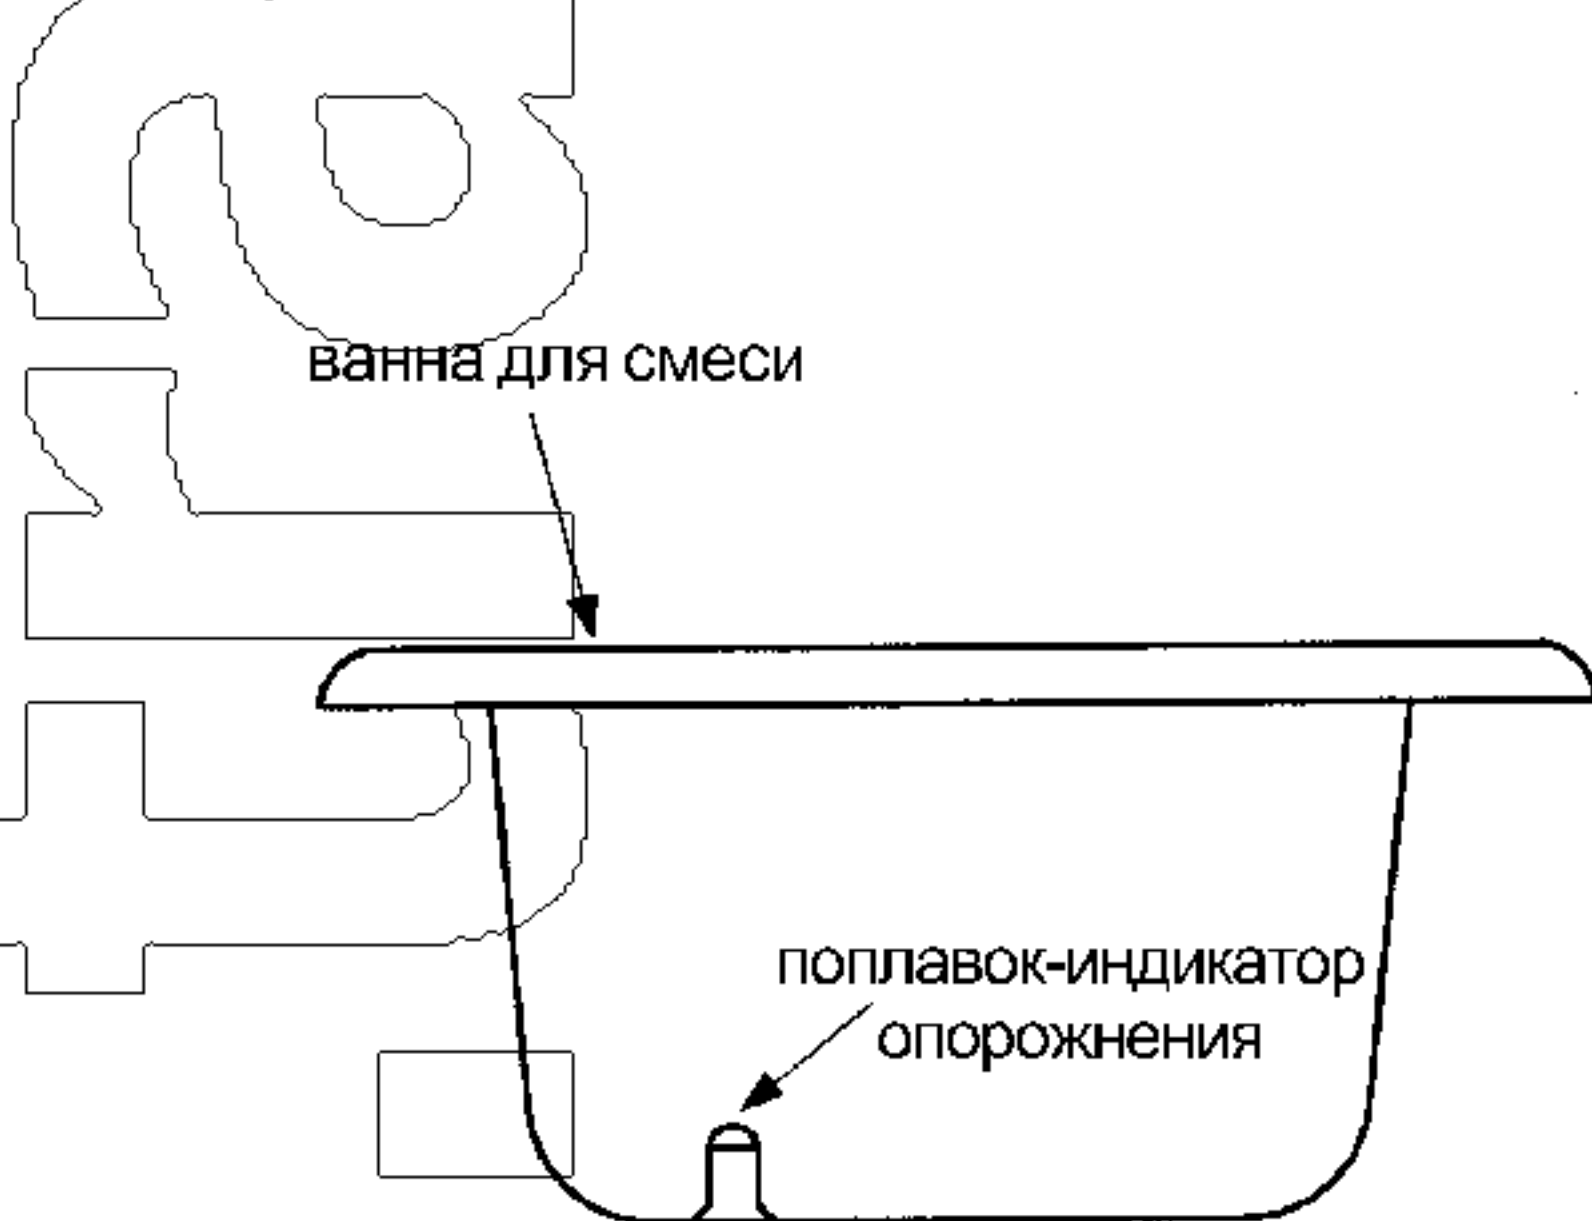

Рис. 20. Ванна для смеси в сборе
3. Не наносите смазку на поплавок-индикатор опорожнения, расположенный в ванне для смеси – см. рис. 20.